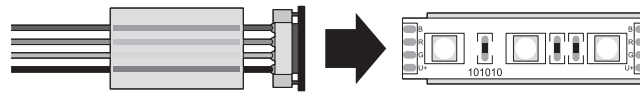

Bild 6
1. Einspeisungsverbinder in die Silikon-Kappe stecken (Bild 6).
2. Verschluss des Einspeisungsverbinders öffnen (Bild 6).